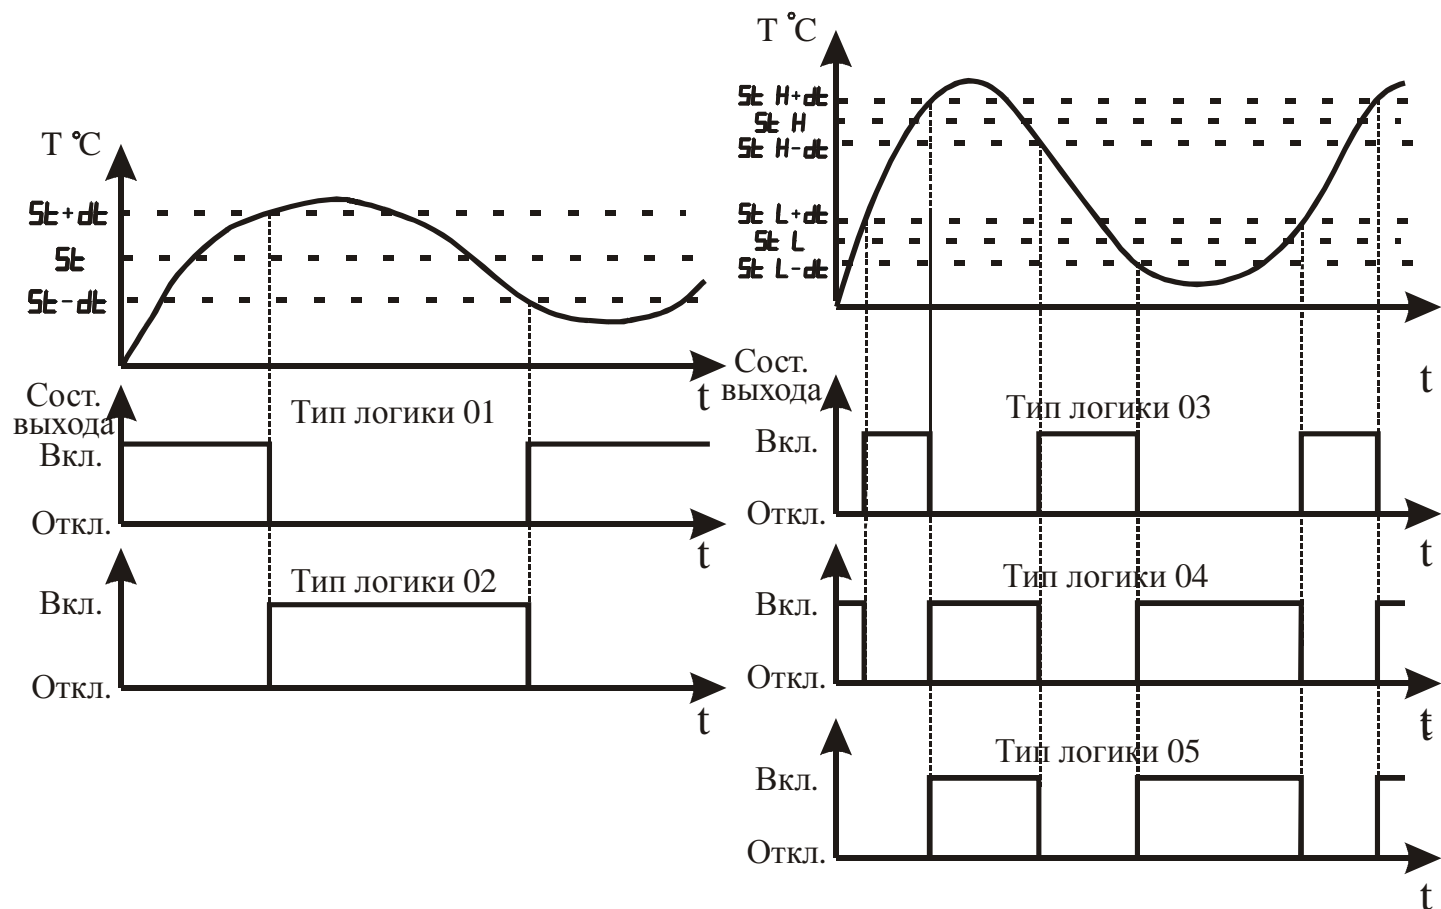

Рисунок 3.13 – Графическое представление типов логики работы выхода
3.3.3.9 Параметр “Тип логики работы прибора” определяет алгоритм управления исполнительным устройством (см. рисунок 3.13).
Тип логики “05” (модернизированная “U”-образная), в основном, аналогичен типу логики 04. Отличие состоит в том, что работа выходного устройства разрешается только после первого превышения регулируемой температурой значения  $S_t H + dt$  (см. рисунок 3.13).